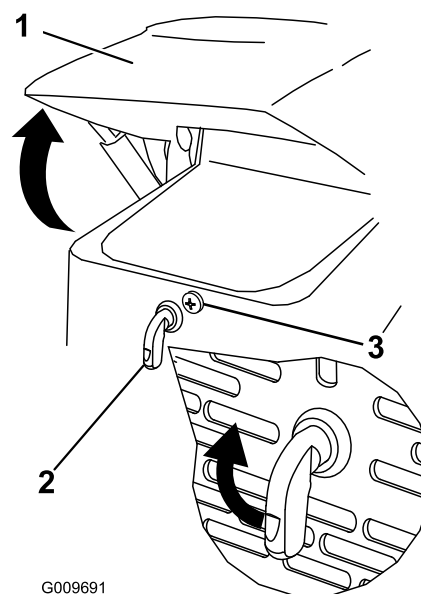

Figura 24
- Allentate la vite di bloccaggio del cofano (Figura 24)
- Girate il fermo del cofano in senso orario (Figura 24).
- Ruotare il cofano verso l'alto (Figura 24).
3. Serrate la vite di bloccaggio del cofano per fissare il dispositivo di chiusura (Figura 24).